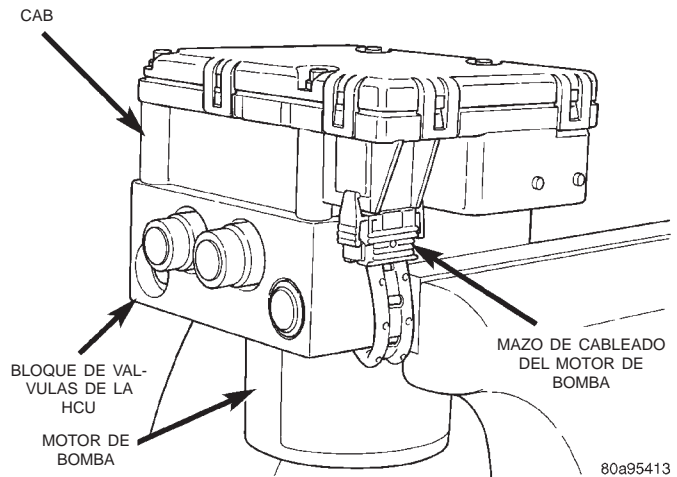

Fig. 33 Motor de bomba a mazo de cableado del CAB
(1) Retire la ICU del vehículo. Para informarse sobre el procedimiento de desmontaje, consulte Unidad de control integrado del ABS en la sección Desmontaje e instalación de este grupo del manual de servicio.
(2) Desenchufe del CAB el mazo de cableado del motor de la bomba (Fig. 33).
(3) Enchufe el mazo de cableado del motor de bomba en el CAB (Fig. 33).
(4) Instale la ICU. Para informarse sobre el procedimiento de instalación, consulte Unidad de control